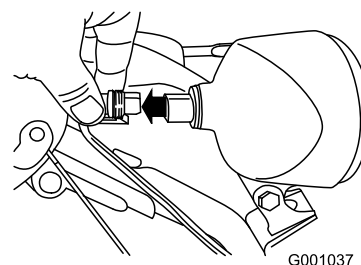

Figure 57
1. Débranchez le connecteur à l'arrière du phare (Figure 57).